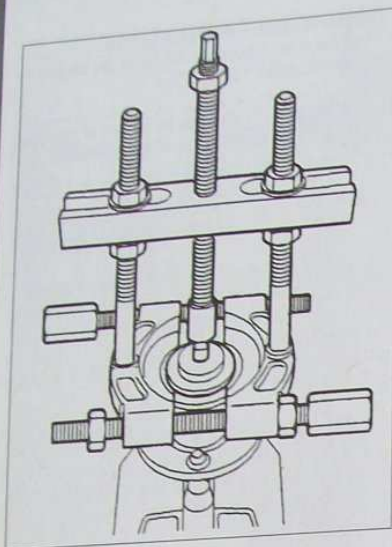

FIG. 7
- À l'aide d'un extracteur approprié, extraire la bague intérieure du roulement restée sur le moyeu (Fig.7).